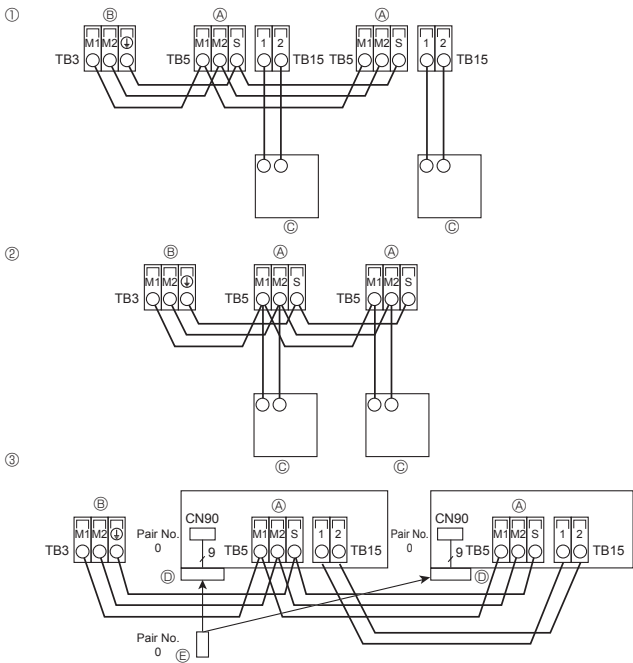

Fig. 4-5
4.4. Подсоединение пульта дистанционного управления, кабелей передачи внутри и снаружи (Fig. 4-5)
- ① Пульт дистанционного управления “MA”
- ② Пульт дистанционного управления “M-NET”
- ③ Беспроводной пульт дистанционного управления (при установке беспроводного ресивера сигналов)